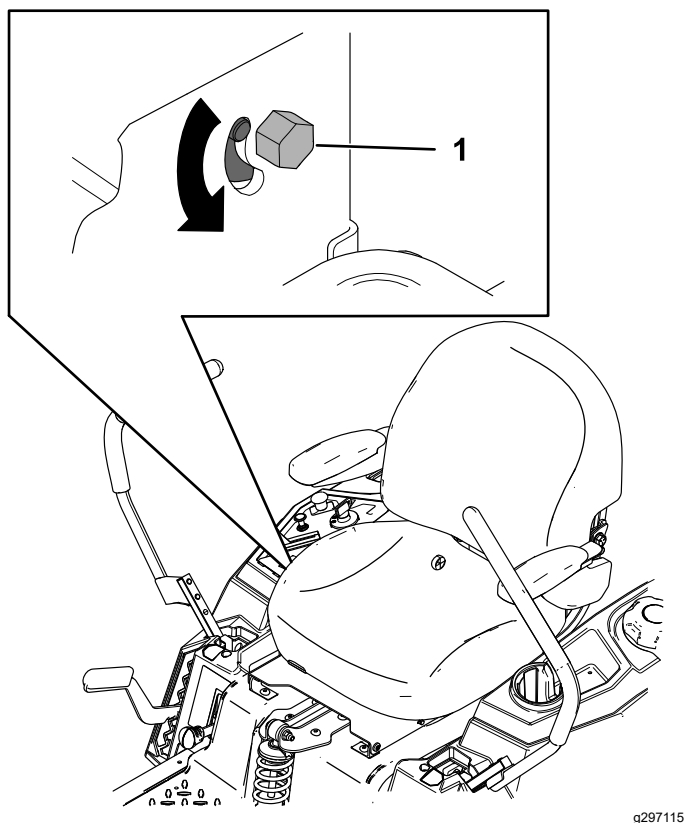

Bild 52
3. Suchen Sie die Einstellschraube für den Spurlauf in der Nähe des Fahrtriebshebels auf der Seite, die eingestellt werden muss (Bild 52).